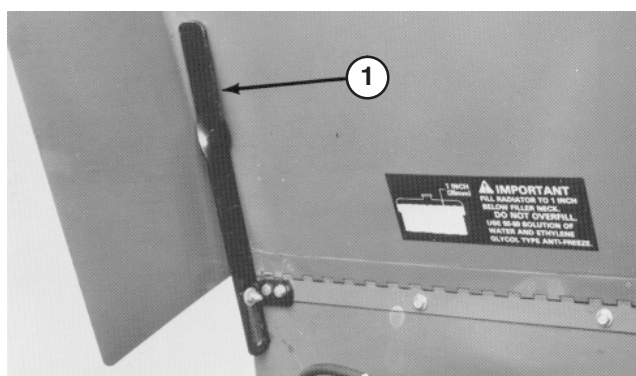

Bild 21
3. Schieben Sie die Unterkante der Motorhaubenabstützung (Bild 21) aus der Befestigungshalterung. Lassen Sie die Motorhaubenabstützung herunter, drehen Sie sie nach oben und dann nach unten, um die Motorhaube abzustützen.